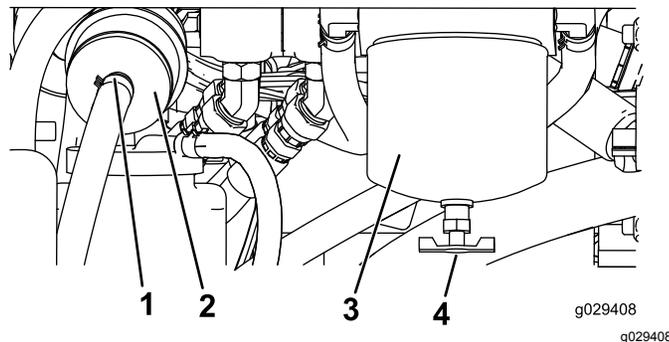

Рисунок 47
4. Найдите топливный фильтр на задней стороне двигателя (Рисунок 47) и поместите под него чистую емкость.
4. Найдите топливный фильтр на правой стороне двигателя (Рисунок 47) и поместите под ним чистую емкость.
5. Очистите область крепления стакана фильтра (Рисунок 47).
6. Снимите стакан фильтра и очистите монтажную поверхность (Рисунок 47).
9. Вверните стакан фильтра вручную в монтажное отверстие. После соприкосновения прокладки с монтажной поверхностью доверните стакан еще на пол-оборота (Рисунок 47).
10. Найдите проходной фильтр слева от стакана топливного фильтра (Рисунок 47) и отметьте направление стрелки потока на боковой стороне проходного фильтра.
11. Ослабьте хомуты на обоих концах проходного фильтра и отсоедините от него шланги (Рисунок 47). Удалите в отходы фильтр.
12. Наденьте шланги на концы нового фильтра (Рисунок 47) так, чтобы стрелка на фильтре показывала в сторону двигателя или электрического топливного насоса.